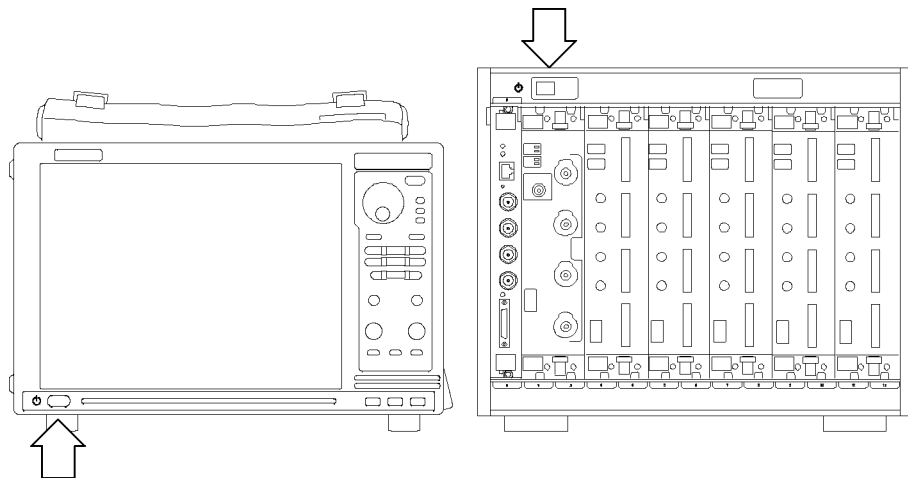

図 46: TLA7000 シリーズの On/Standby スイッチの位置
3. On/Standby スイッチを押し、メインフレームの電源を入れます。(図 46 参照)。